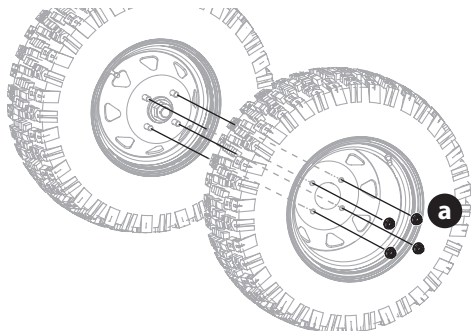

Fig. 54
1. Retire las cuatro tuercas (a) para desmontar una o ambas ruedas (Fig. 54).